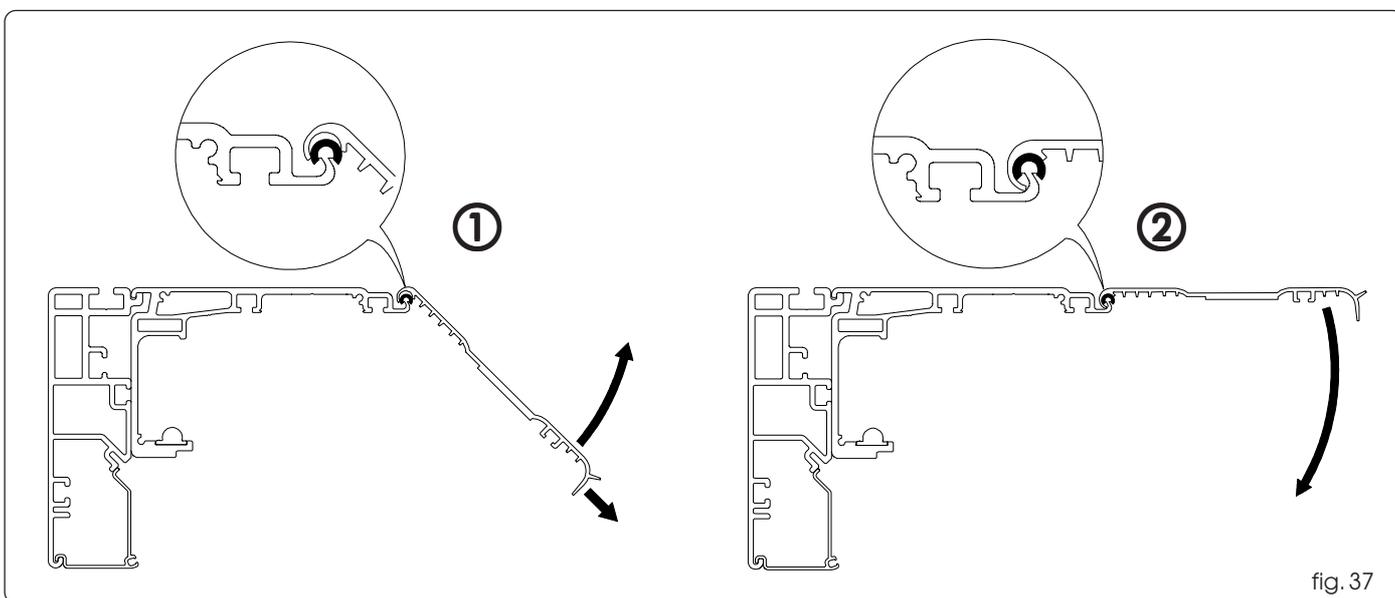

fig. 37
Positionner le carter de fermeture sur les entretoises antivibratoires; le tirer d'après la fig. 37 réf. ① et le tourner vers le haut (fig. 37 réf. ②) jusqu'à l'accrochage correct. Vérifier l'introduction correcte sur toute la longueur du carter.